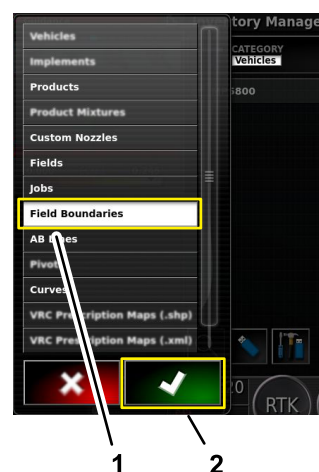

図 104
5. インポートしたい情報を示す文字製品、カスタムノズル、現場、作業、現場境界、AB ライン、カーブが区分アイコンに表示されない場合には、カテゴリ区分アイコンを押す 図 104。
6. 区分リスト上で、インポートしたい情報のアイコンを押し、承認アイコンを押す 図 104。